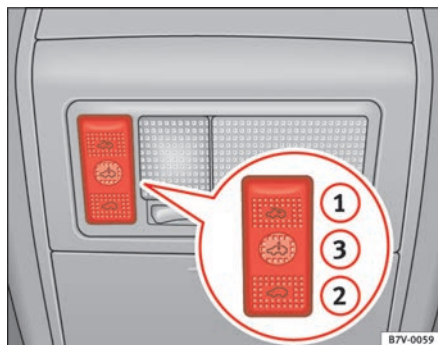

Fig. 66 Guarnecido interior del techo: mando del techo corredizo y deflector
- Pulse la superficie ⇒ fig. 66 ①.
Si se abre el techo corredizo y deflector repetidamente debido a la función antiaprisionamiento, sólo será posible volver a cerrarlo manteniendo pulsada la tecla ⇒ página 111, fig. 66 ③ hasta que se cierre completa- ▶